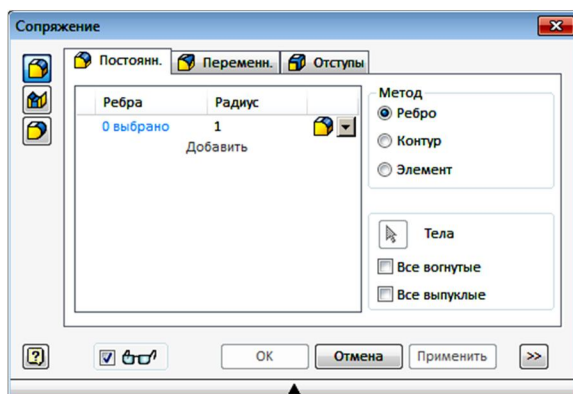

Рис. 1.36. Диалоговое окно «Сопряжение»
31. Выберите команду «Сопряжение» . Появится Диалоговое окно «Сопряжение» (рис. 1.36) Установите режим постоянного по длине скругления. В поле «Метод» выберите вариант «Ребро». Размер радиуса скругления 1 мм.